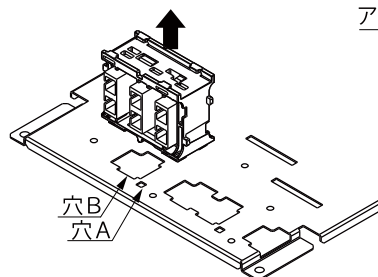

図 2
2. アダプタ取付台を矢印の方向に持上げて取外してください。(図 2)